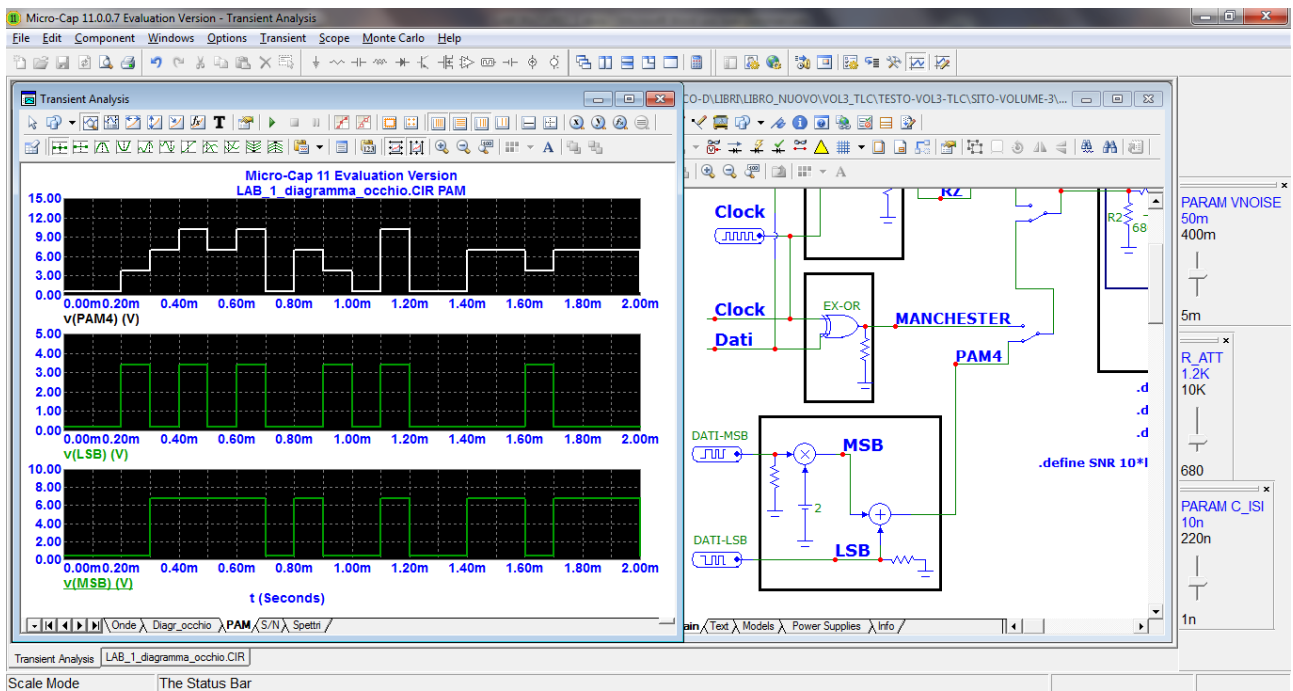

FIGURA 10 Generazione del segnale PAM4
- la generazione del segnale PAM-4 come somma di due segnali NRZ, uno dei quali ha ampiezza doppia rispetto all'altro, FIGURA 10, ecc.